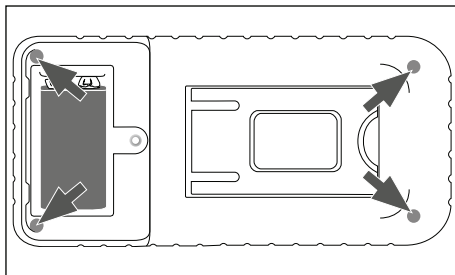

Fig. 5
- ◆ Løsn de fire skruer på bagsiden af produktet og fjern bagsiden (se fig. 5).